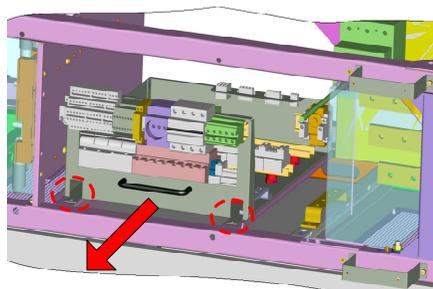

Figura 17-4: Viti di tenuta cassetto AC
3. Svitare le due viti di bloccaggio del cassetto AC (Figura 17-4)